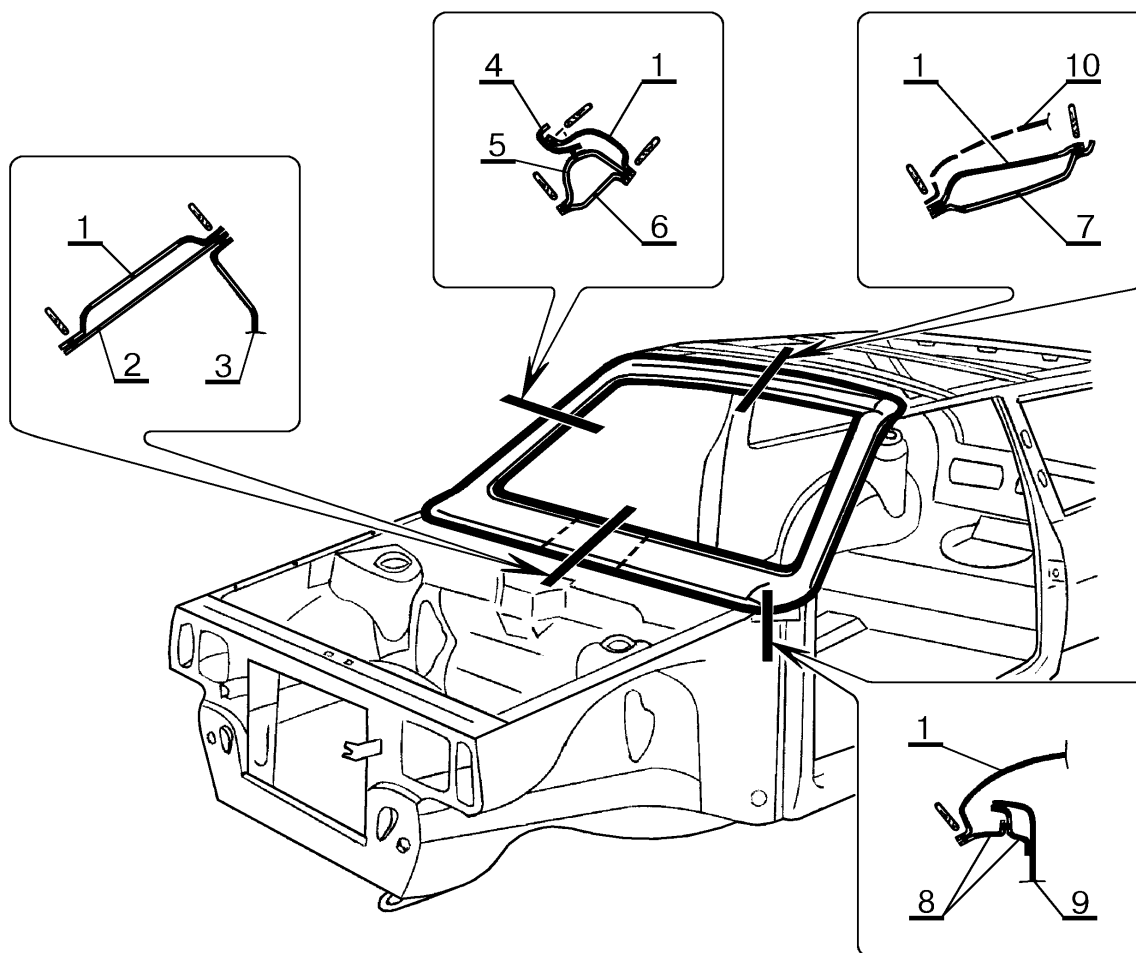

Рис.2. Соединение рамы 2108-5201012 ветрового окна с сопрягаемыми деталями (при снятом капоте, передних крыльях и панели крыши).
1.8 При установке на кузове по месту: рамы ветрового окна, рис.2; пола переднего в сборе (дет. 2108-5100014), рис.16;17, пола среднего в сборе, рис.18;19, лонжерона пола заднего в сборе, рис.14;15 - использовать, при необходимости, стекло технологическое, приспособление 67.8419-9503 и стенд 67.21.002.